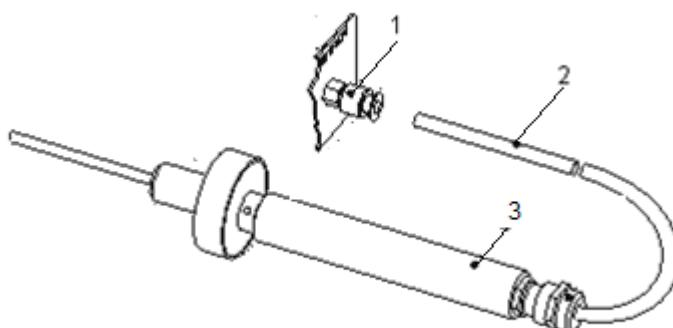
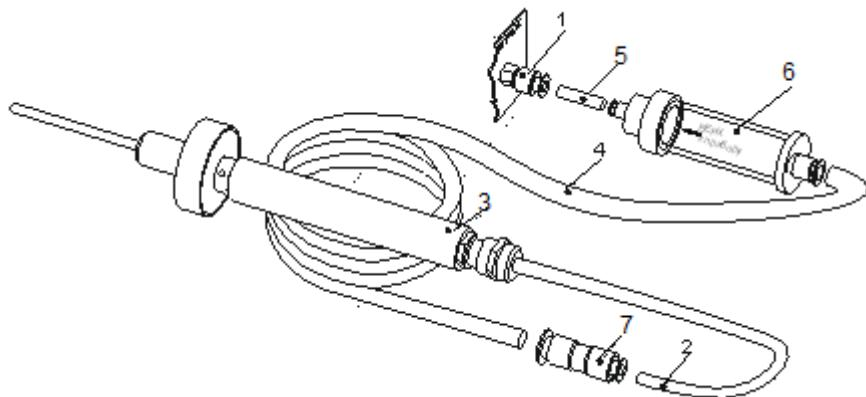

Рис. 1. Схема соединения элементов пробоотборника с газоанализатором
Рис. 2. Схема соединения удлинителя и устройства защиты детектора с газоанализатором
1.1 Отсоедините трубку фторопластовую 2 от штуцера ПРОБА 1 (рис. 1). Соедините устройство (6) со штуцером ПРОБА (1), используя трубку (5) (поставляется с устройством), и с удлинителем (4), трубку 2 соедините с переходником (7) удлинителя (рис. 2).
2.3. Для проверки чистоты устройства с помощью фторопластовой трубы 5 соедините выход устройства с входным штуцером 1 газоанализатора (см. рис. 2), а вход – с фильтром-поглотителем и включите газоанализатор. Если показания ФИД газоанализатора не превышают 5  $\text{мг}/\text{м}^3$ , устройство считается пригодным к использованию. Если показания газоанализатора превышают 5  $\text{мг}/\text{м}^3$ , следует промыть фильтр повторно и заменить мембрану.